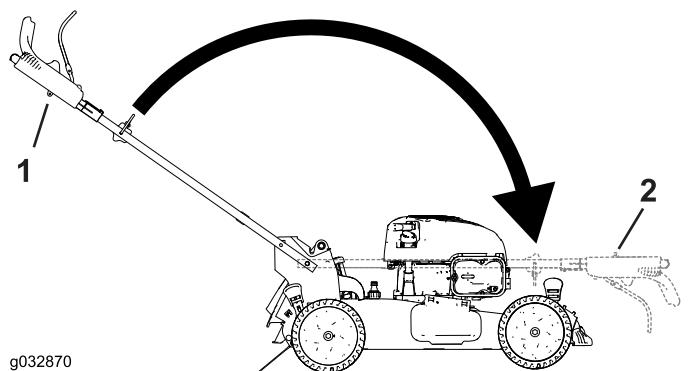

Figura 20
2. Doble el manillar girándolo hacia adelante (Figura 20).